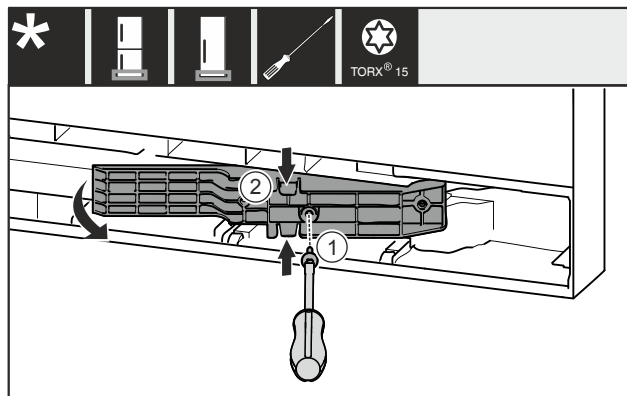

Fig. 22 *
- Odstraňte šroub Fig. 22 (1)*
- Adaptér Fig. 22 (2) nahoře a dole mírně stlačte k sobě a vytáhněte.*